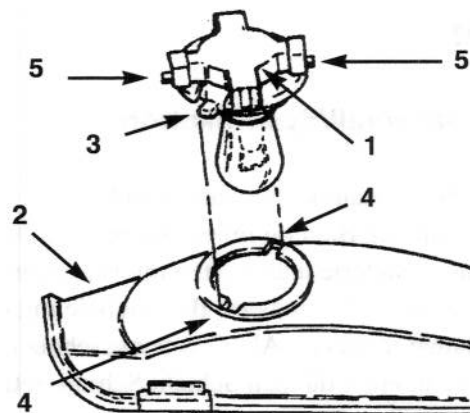

Bild 18
3. Die Birnenfassung um $\frac{1}{4}$ Umdrehung im Gegenuhrzeigersinn drehen und aus dem Reflektor entfernen (Bild 18).
2. Die Birnenfassung hat zwei Nasen (Bild 18). Diese mit den Auskerbungen im Reflektor abstimmen, die Birnenfassung in den Reflektor einführen und $\frac{1}{4}$ Umdrehung im Uhrzeigersinn bis zum Anschlag drehen.